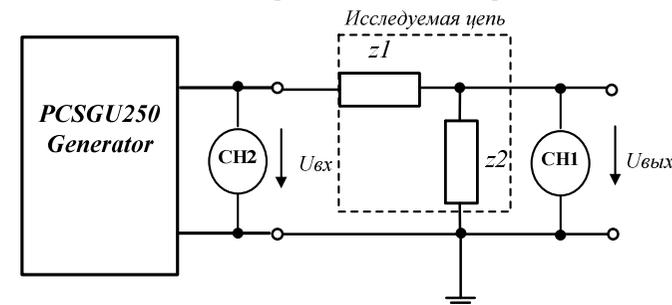

Рис. 5.1 Схема подключения измерительных приборов для измерения АЧХ и ФЧХ коэффициента передачи $K_U(f)$
1) Подключить схему согласно рис.5.1. В качестве исследуемой цепи используются схемы из табл. 3.1 (схемы, соответствующие варианту студента 3.2 или 3.5) активное сопротивление в цепи равно $R=1\text{кОм}$;
1) Подключить схему согласно рис.5.1. В качестве исследуемой цепи используются схемы из табл. 3.1 (схемы, соответствующие варианту студента 3.3 или 3.6);